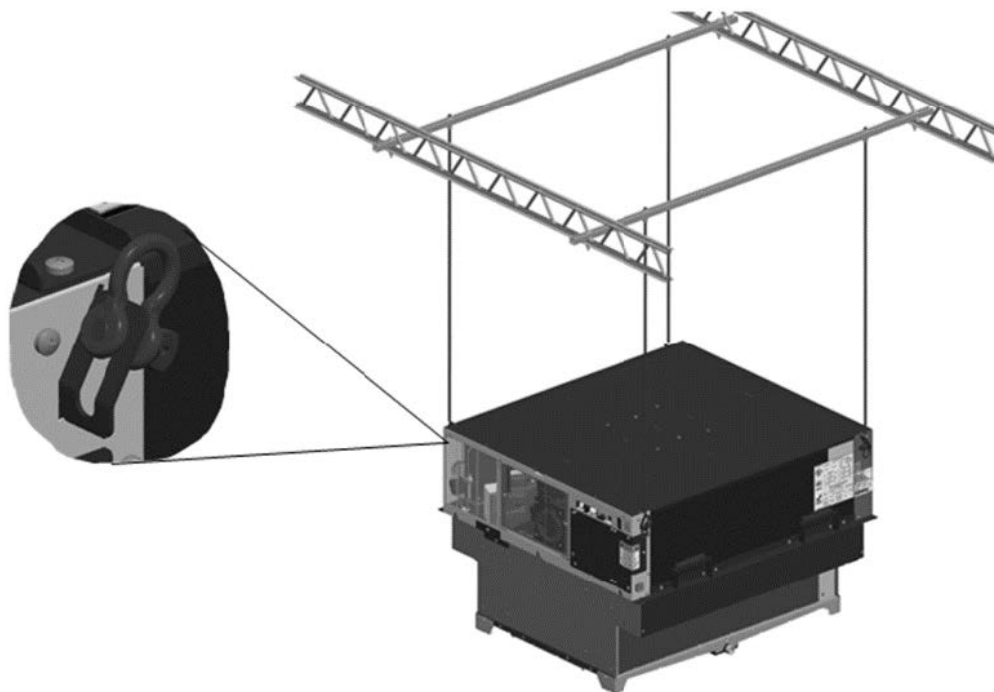

Figure 10 – Exemple d'appareil suspendu : suspendu par des œillets de suspension
- Suspendu – Dans cette configuration, l'appareil est suspendu par une structure au-dessus de la chambre froide à l'aide de tiges de suspension et fixé dans les œillets de suspension (fournis avec l'appareil) suivant les instructions décrites dans la Figure 10. La structure de montage et la trousse de suspension par tiges ne sont pas incluses avec le produit.